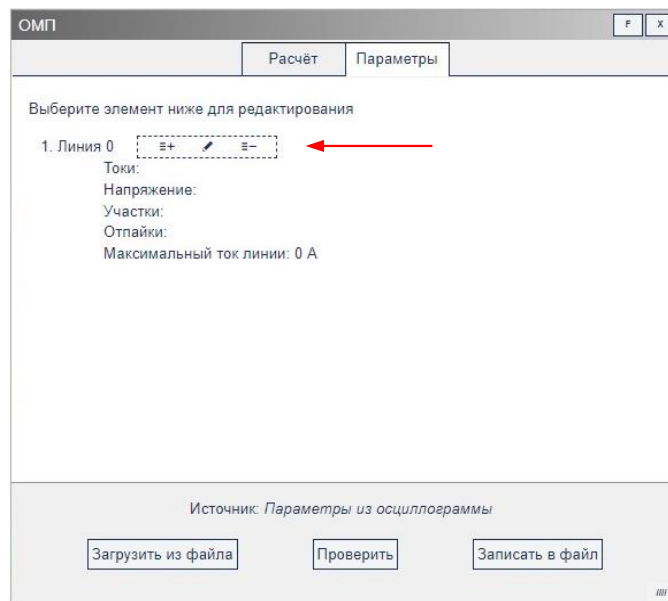

Рисунок 30 – Дополнительное меню для редактирования параметров
3.5.18.5 Для добавления, редактирования или удаления любого параметра необходимо нажать на требуемый параметр, после чего возле этого параметра появится дополнительное меню с тремя кнопками – добавить линию, редактировать элемент, удалить линию (рис. 30).